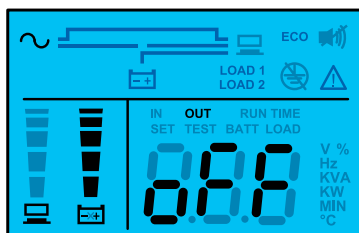

Рис. 4-3. Экран дежурного режима, отображаемый после подключения к электросети
3. После подсоединения к розетке электроэнергия начнет поступать из питающей сети на вход ИБП. Зарботает вентилятор на задней панели, а все светодиоды и все элементы ЖК дисплея загорятся на 2-3 секунды для проверки их работоспособности. По умолчанию ИБП устанавливается в режим готовности (см. **Рис. 4-3**). Пока ИБП получает электроэнергию из питающей сети, его батареи заряжаются.